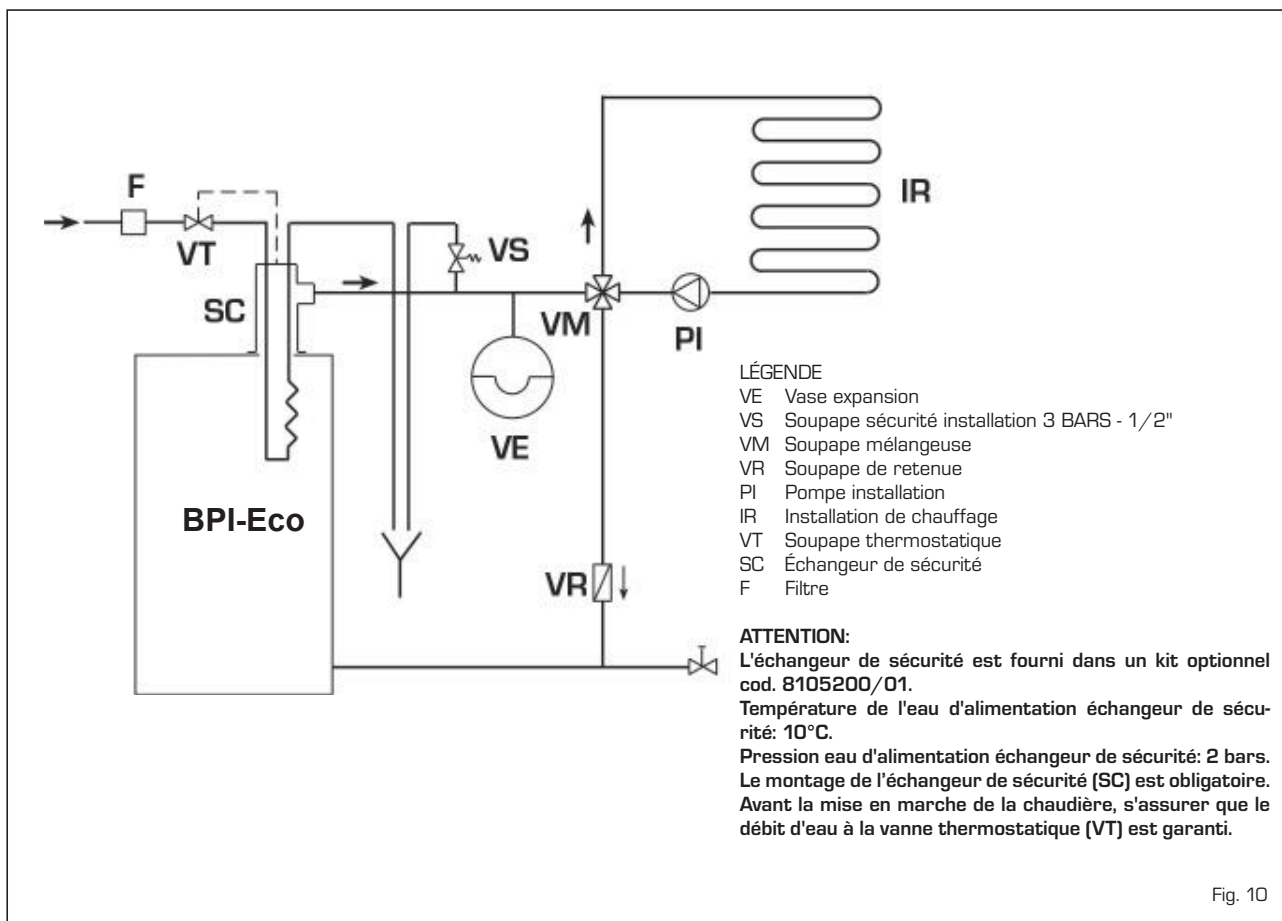

Fig. 10
4.8.2 Installation avec vase expansion fermé et échangeur de sécurité avec soupape thermostatique optionnelle (fig. 10)